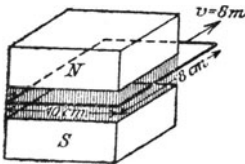

Fig. 69.
176. Zwei Stäbe aus 3 [2] (2,5) mm rundem Kupferdraht sind zu einem Rechteck von 10 [18] (20) cm und 8 [6] (12) cm Seitenlänge verbunden. Die eine 10 cm-Seite befindet sich in einem Felde, dessen konstante Dichte 4500 [6000] (7500) ist; das Rechteck wird senkrecht zu den Kraftlinien mit einer Geschwindigkeit von 8 [10] (29) m fortbewegt (Fig. 69).